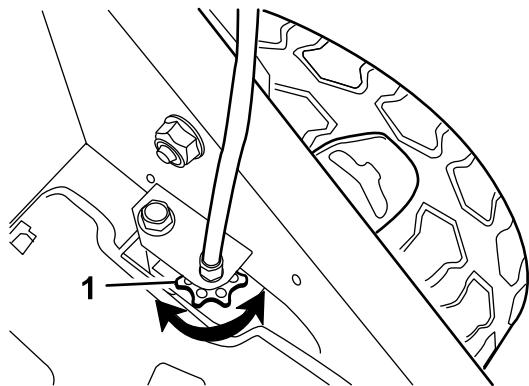

Figura 22
- Si las ruedas no giran al apretar la barra de autopropulsión, la correa de transmisión está demasiado floja. Gire el mando de control de la transmisión de las ruedas (Figura 22) una vuelta en el sentido de las agujas del reloj y repita los pasos 3 a 5.
- Si las ruedas giran antes de apretar del todo la barra de autopropulsión, la correa de transmisión está demasiado apretada. Gire el mando de control de la transmisión de las ruedas (Figura 22) una vuelta en el sentido contrario a las agujas del reloj y repita los pasos 3 a 5.